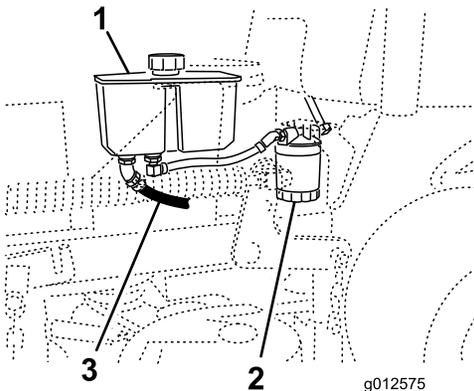

図 73
4. 油圧オイルタンクの下にある前油圧ホースを探し出し、その下にオイル受け容器を置く（図 73）。